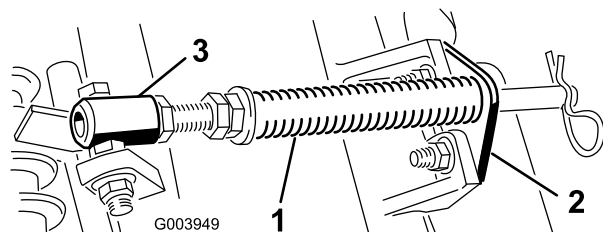

Figura 4
- A. Retire los 2 pernos de cuello cuadrado y las tuercas que sujetan el soporte de la varilla a las pestañas de la unidad de corte (**Figura 4**).
- B. Retire la tuerca con arandela prensada que fija el perno del tubo del muelle a la pestaña del bastidor de tiro (**Figura 4**), y retire el conjunto.
Nota: Coloque la cabeza del perno en el exterior de la pestaña, según se muestra en **Figura 4**.